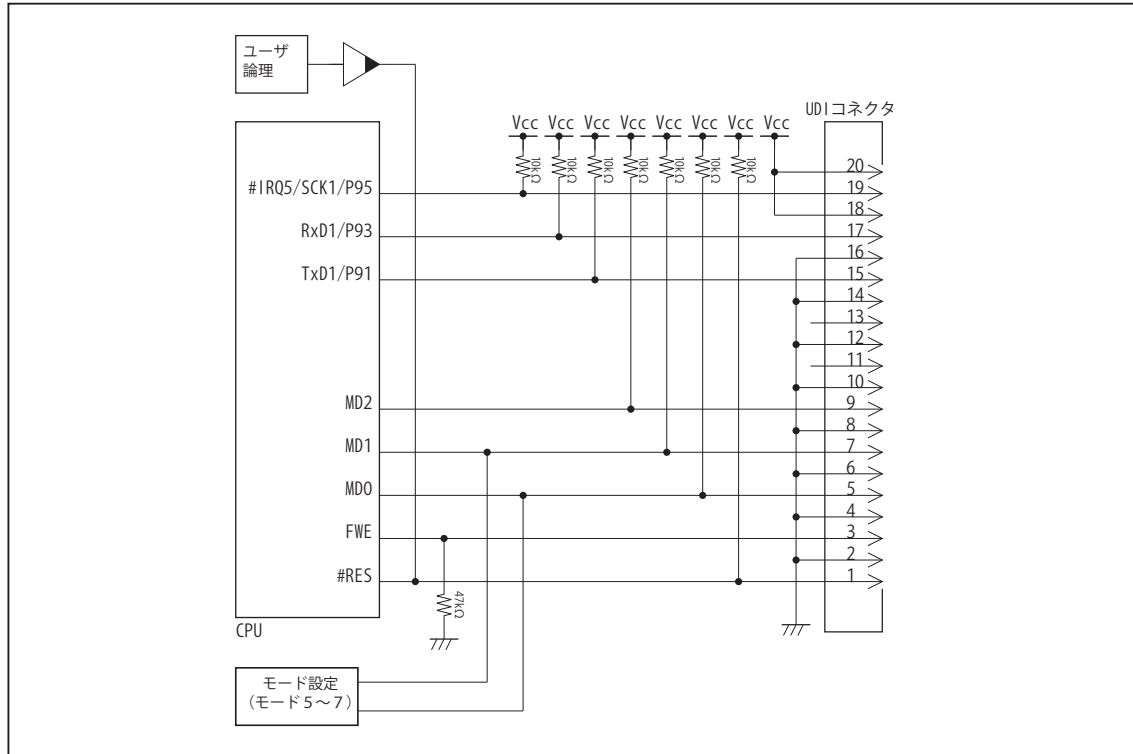

図2. UDI信号接続図
- 図2に記載されているプルアップ抵抗の値は参考値です。
- FWE端子に接続しているプルダウン抵抗の値は、必ず図2と同じ47kΩにして下さい。
- #RES端子はデバッガ側でオープンコレクタ出力でドライブします。ターゲット側の回路もそれに対応出来るように図2のようなオープンコレクタ出力などの回路にして下さい。